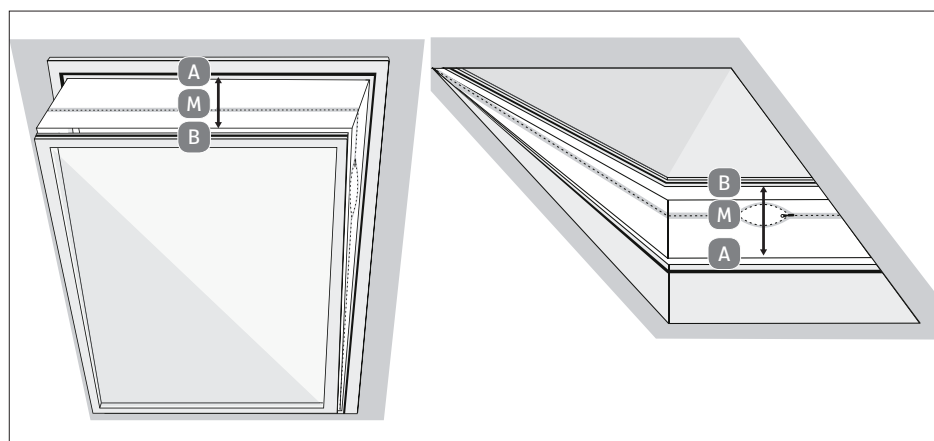

Fig. 14 – Montaggio con lucernari
- ▶ Allentare il dado ad alette in modo da lasciare dello spazio libero tra la parte A del kit per finestra e il cursore. (**vedi fig.14, passaggio I**).
- ▶ Inserire l'una nell'altra le due parti A e B del kit per finestra, facendo innestare il cursore nella scanalatura della parte B del kit per finestra. Regolare il kit per finestra alla misura desiderata avvicinando o allontanando tra loro le parti del kit, quindi serrare nuovamente il dado ad alette. (**vedi fig.14, passaggio II**).